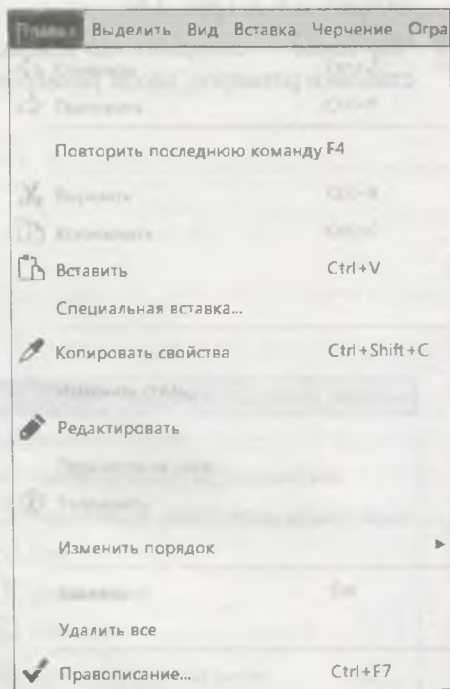

Рис. 3.3. Выпадающее меню пункта Правка
- ◆ **Правка** — осуществляет отмену выполненных команд, редактирование частей чертежа, связь с буфером обмена Windows и вставку фрагментов (рис. 3.3);